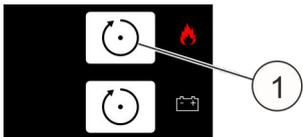

Fig. 20 : Touche [Reset]
- 30. ▶ Réinitialiser l'alarme avec la touche [Reset] supérieure (Fig. 20 /1).